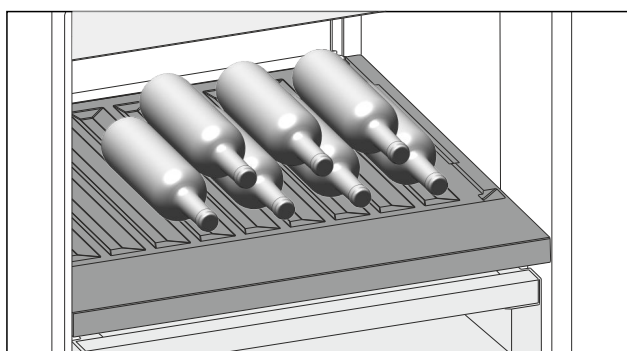

Fig. 184 Ilustrační zobrazení
- ▶ Láhve ukládejte dnem dozadu k zadní stěně. (viz Fig. 184)